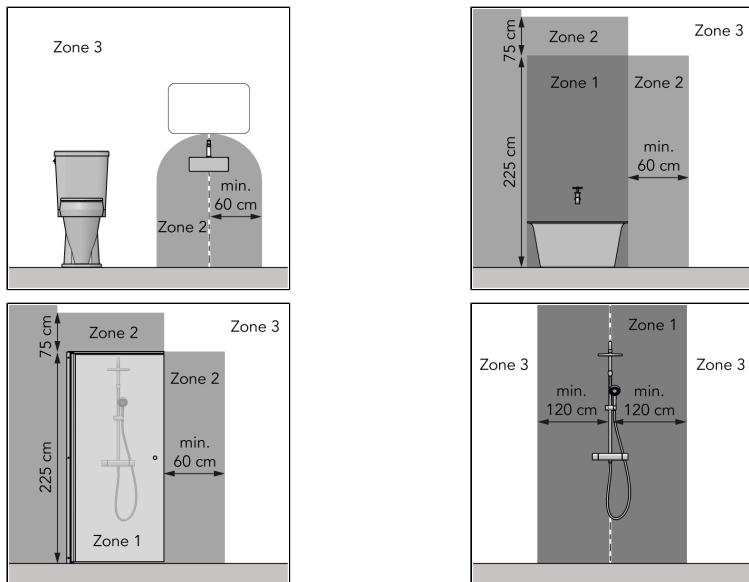

Figure 106.
- v zóne 3 toalety alebo kúpeľne s vaňou, sprchovacím kútom so zástenou a sprchou bez zásteny, pozrite si Figure 106;